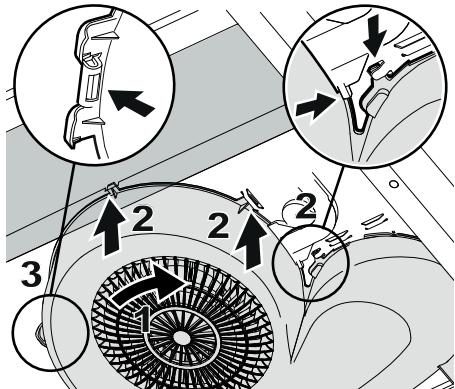

Fig.8
Se till att alla snäppen passar mot spisfläktens flikar. Vrid in fläkthuset (1) i flikarna (2). Tryck tillbaka fläkthusets snäppa i fliken (3). Fig.8